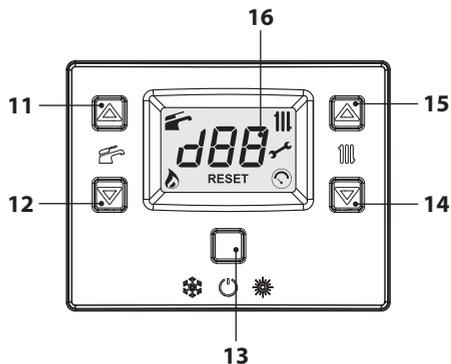
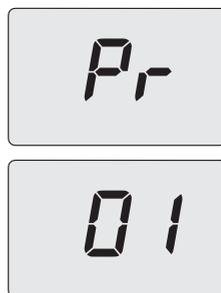

Figura 5.31
Figura 5.32
- Entre en la "modalidad de programación" pulsando simultáneamente durante 10 segundos los botones 13 - 14 - 15 (Figura 5.31) hasta que aparezcan en el display LCD las letras **Pr** alternadas con el número del parámetro **01**, indicando que se ha entrado en el "parámetro 01" (Figura 5.32).
- Pulsando el botón 13 (Figura 5.31) se confirma el valor introducido. El display muestra durante 3 seg. el mensaje "Ok" (Figura 5.34), y luego aparece la lista de los parámetros.